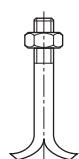

Fig. 9: Șuruburi de ancorare
- Prindeți șuruburile de ancorare (a se vedea Fig. 9) în alezajele prevăzute.